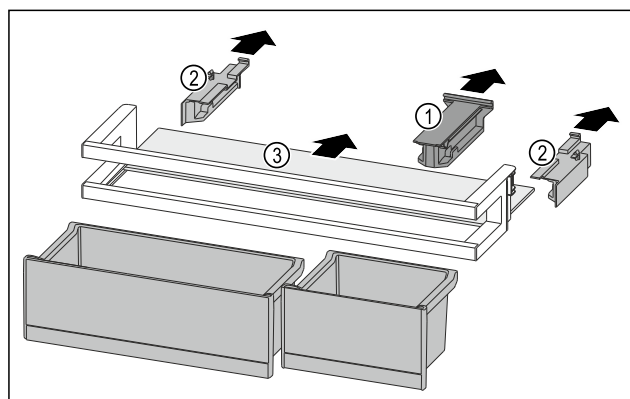

Fig. 121
- ▶ Halteteil Fig. 121 (1) abziehen.
- ▶ Seitenteile Fig. 121 (2) abziehen.
- ▶ Abstellfläche Fig. 121 (3) entnehmen.